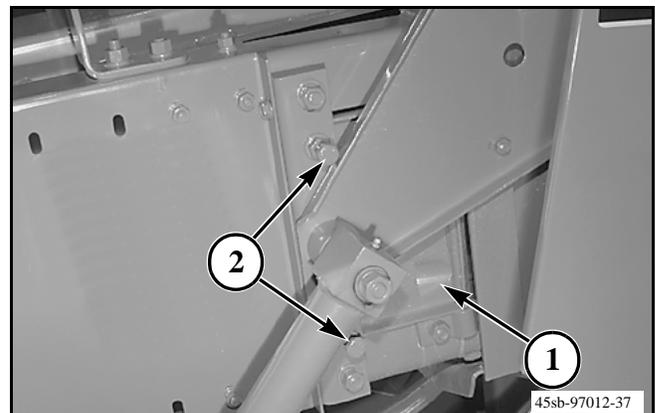

FIG. 18
FIG. 18: Las puertas de los resistores de heno (1) aplican presión a los lados del fardo y disminuyen la cantidad de presión superior e inferior necesaria de los rieles de control de densidad del fardo. Al agregar presión a los lados y cerca de la parte delantera del fardo, se puede formar un fardo más pesado, sin que la cuerda se salga del soporte de cuerda. Ajuste las puertas de los resistores de heno hacia adentro a un nivel suficiente para formar un fardo ajustado, sin que los rieles de tensión cambien la forma de las partes superior e inferior del fardo.